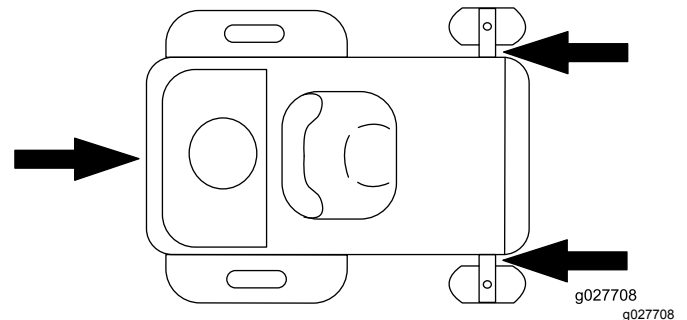

Figura 32
6. Amarre la máquina junto a las ruedas giratorias delanteras y el guardabarros trasero con correas, cadenas, cables o cuerdas (Figura 32). Consulte la normativa local respecto a los requisitos de amarre.